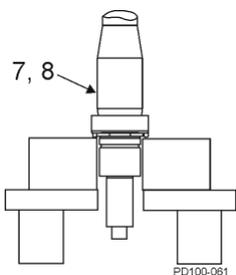

Ilustración 47 - Engrasar el eje
1. Lubrique la zona del cojinete delantero del eje (Ilustración 47, elementos 7 y 8) con aceite o grasa. Debe colocarlo verticalmente en una prensa hidráulica con el extremo de líquido hacia abajo.